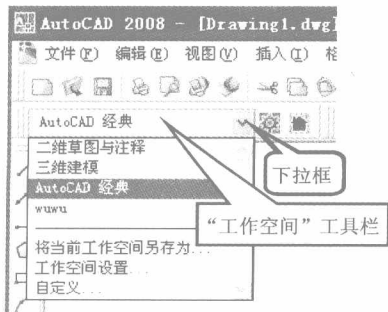

图 1.2 “工作空间”工具栏
(1) 双击桌面上 AutoCAD 的快捷图标 , 进入 AutoCAD 的经典界面。若不是默认的 AutoCAD 经典界面,则需在“工作空间”工具栏的下拉框中选择,如图 1.2 所示。
(2) 单击菜单栏中的“工具”>>“选项”,进入